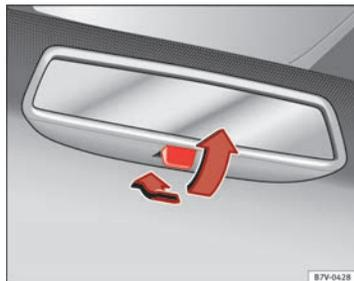

Fig. 71 Retrovisor antideslumbrante manual.
- Para oscurecer el retrovisor, tire de la palanca hacia atrás ⇒ fig. 71.